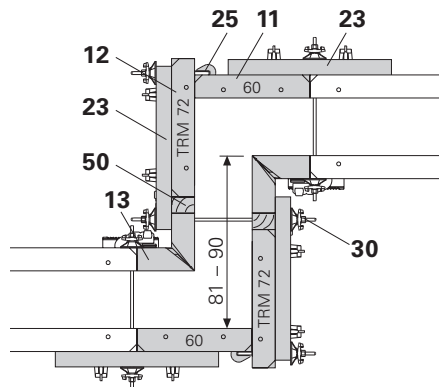

Fig. A11.03
- Élément TR 60 (11)
- Élément multifonctions TRM 72 (12)
- Angle TRIO TE (13)
- Filière de compensation TAR 85 (23)
- Ancrage d'about (25)
- Compensation sur-mesure (50)
- Point d'ancrage supplémentaire (30)
- (Fig. A11.03)